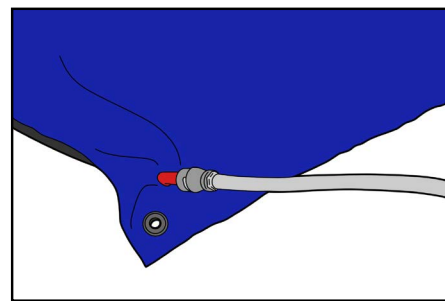

Рис. 8
2. Заполните подушку достаточным объемом воздуха — так, чтобы устранить складки и вмятины. Перед размещением пациента придайте подушке нужную форму, чтобы наполнитель находился в требуемых местах. Для правильного позиционирования пациента подушка должна быть жесткой, но относительно пластичной. Жесткость подушки можно проверить, надавив на нее 2 пальцами (рис. 8).